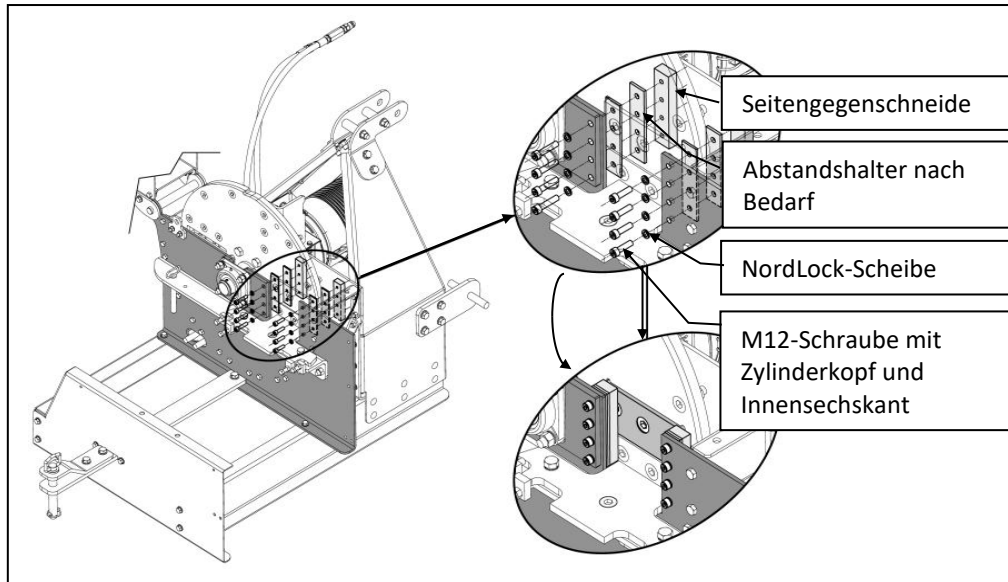

Abbildung 27
3. Die Seitengegenschneide ist nun zugänglich (siehe Abbildung 27).
6. Die neue Seitengegenschneide kann nun, wie in Abbildung 27 gezeigt, mit einer Anzahl von Abstandshaltern, die die gewünschte Gegenschneidenhöhe ergeben, mit M12-Schrauben mit Zylinderkopf und Innensechskant und NordLock-Scheiben montiert werden.